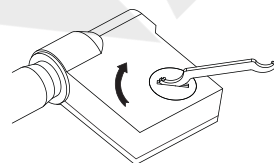

Fig.3
- Installare il coperchio della batteria e bloccarlo in senso orario con una chiave (Fig.3).